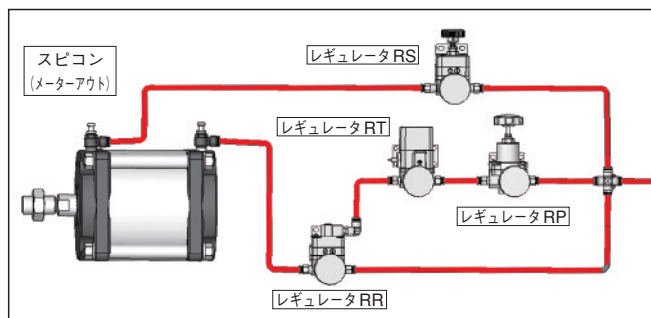

Fig.1
- ② BFシリンダは運搬、設置中にピストン・ロッドの自重によってロッドが飛び出さないよう常にロッドを上向きにするかロッドを押さえた状態で作業をしてください。（単動形のばね無し、複動形、特にSCシリーズばね無しは注意が必要です）
- ③ 複動形シリンダ作動時、排気側のBFダイアフラムに最低0.01MPa程度の残圧がかかるようにシリンダの両配管接続口付近に速度調整弁や排気絞りを設定して下さい。(Fig.1)